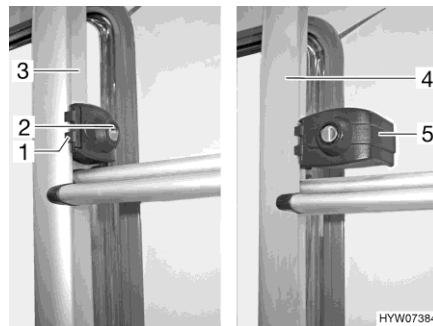

Bild 4 Lås (bakre stegen)
- Stick in nyckeln i låscylindern (Bild 4,2) på låset till den bakre stegen (Bild 4,1) och vrid nyckeln ett kvarts varv så att nyckeln sitter lodrätt.
- Håll fast den fällbara delen på den bakre stegen (Bild 4,4) och sväng ut låsbygeln (Bild 4,5).
- Stick in nyckeln i låscylindern (Bild 4,2) på låset till den bakre stegen (Bild 4,1).
- Sväng in låsbygeln (Bild 4,5) runt röret på den bakre stegens (Bild 4,3) fasta del.